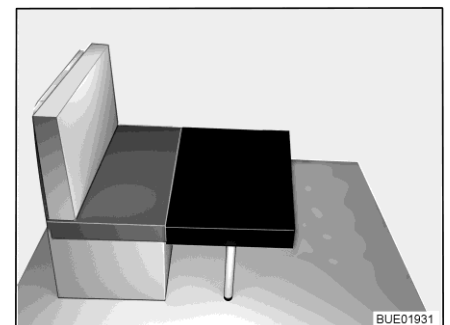

Bild 75 Efter ombyggnaden
- Placera den extra dynan framför sittdynan på sittbänken på bordet (se Bild 75).